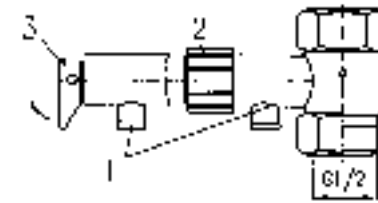

Рис. 5 Предохранительный клапан
- проверить действие предохранительного клапана: повернуть головку клапана /рис.5/ налево, до ощущения перехода, и тогда из отверстия 1 должна потечь вода. После проверки протекания воды вернуть головку клапана в предыдущее положение.
- открыть головку предохранительного клапана (Рис. 5) ;